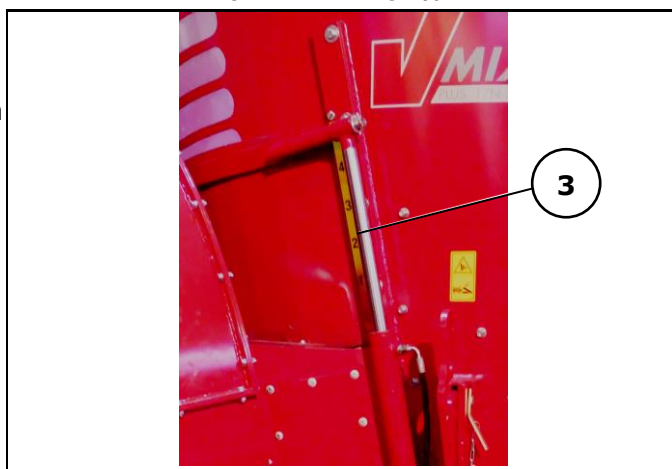

Fig. 4-3: Doseringspjældets åbningshøjde
6. Åbn doseringsspjældet (se afsnit 6.1.1.1 "Betjenings- og kontrolelementer på betjeningspulten", fig. 4). Aflæs spjældets stilling på skalaen ved spjældet (se "Fig. 4-3: Doseringsspjældets åbningshøjde" på side 23).